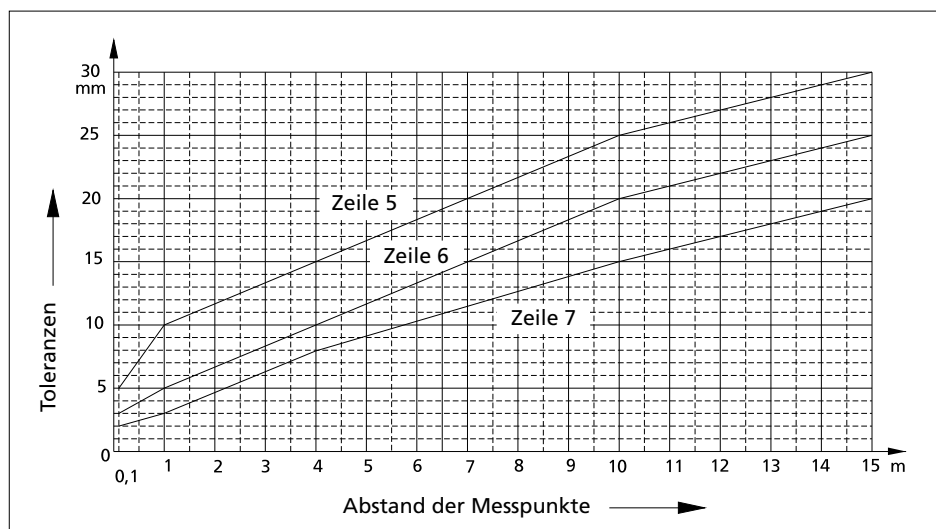

Abb. 11.2
* Zwischenwerte sind der Abb. 11.2 „Ebenheitstoleranzen“ zu entnehmen und auf ganze Millimeter zu runden. Die Richtlatte wird auf den Hochpunkten der Fläche aufgelegt und das Stichmaß an der dazwischen liegenden tiefsten Stelle ermittelt. Zugehöriger Messabstand ist hierbei die Entfernung der Auflagerpunkte der Richtlatte.